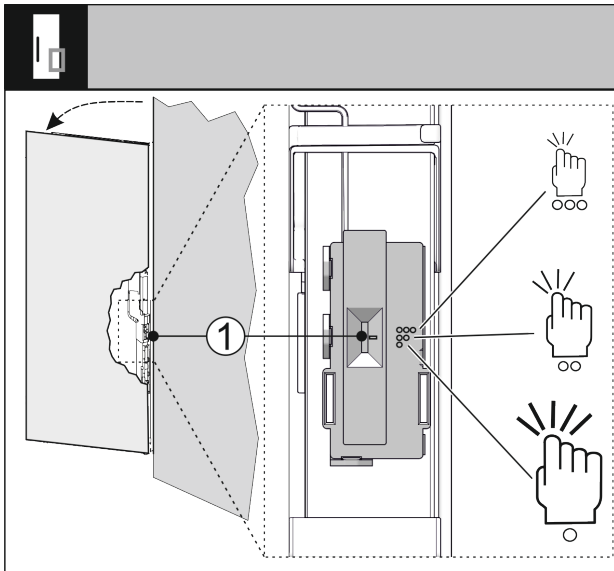

Fig. 32
Du kan stille inn følsomheten til bankesensoren med en bryter Fig. 32 (1). Bryteren befinner seg på hengselsiden, på den nedre tredjedelen av døra.
- ▶ Skyv bryteren Fig. 32 (1) til ønsket bryterstilling.